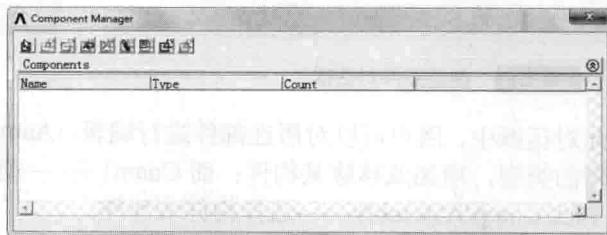

图 1-17 构件管理器
- e. Components Manager——构件管理器，如图 1-17 所示，在此管理器中用户可以实现对构件的所有编辑和管理。